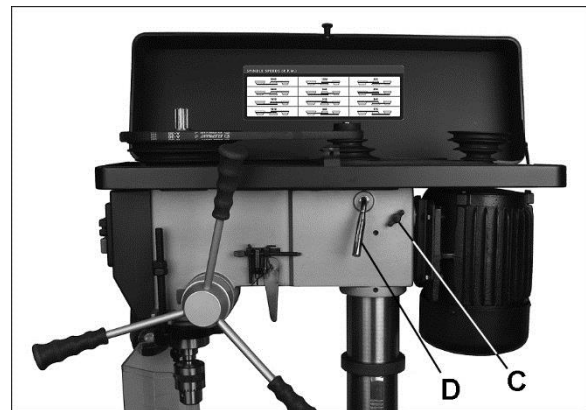

Abb. 8-2: Riemen-Drehzahl-Einstellung
2. Die beiden Flügelschrauben (C, Abbildung 8-2) links und rechts an der Baugruppe lösen.
3. Drehen Sie den Klemmhebel (D) im Uhrzeigersinn, um die Motorbasis möglichst nahe zum Kopf zu führen.
5. Zum Spannen der Riemen drehen Sie den Klemmhebel (D) gegen den Uhrzeigersinn.
6. Ziehen Sie die beiden Flügelschrauben (C) wieder fest. Die Riemen sind ausreichend gespannt, wenn ein mäßiger Fingerdruck zwischen den Scheiben diese um etwa 1,3 cm verschiebt.